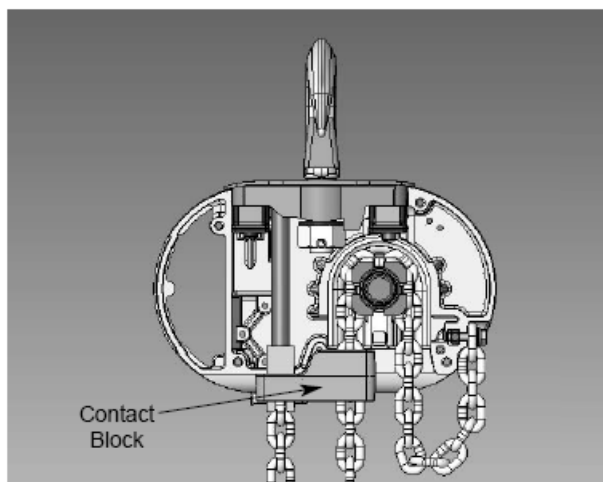

**Abbildung 8: Kontaktblock (Modelle R und RR)**
Die Aufhängung in die Aussparung auf der Oberseite des Kettenzugs einsetzen. Die Leerstranghalterung muss auf der Unterseite des Kettenzugs herausragen, wobei das Bolzenloch parallel zum Kettenzugboden ausgerichtet sein muss (siehe Abbildung 8 auf Seite 14). Andernfalls den Bolzenkopf aus der sechzehneckigen Aussparung in der Aufnahme anheben, den Leerstrangbolzen mit Halterung in die richtige Stellung drehen und den Bolzenkopf wieder absenken. Bei der Ausrichtung **IN KEINEM FALL** die Position der Leerstranghalterung auf dem Bolzen verändern.
3. Den Clip (1) entfernen. Hierzu eine Schraubenzieherklinge durch ein Kettenglied führen und gegen die Unterseite des Kettenzuggehäuses hebeln. Den Kontaktblock entlang der Kette nach oben schieben, bis er am Kettenzugboden anschlägt. Die Leerstranghalterung muss an der quadratischen Öffnung der Blockunterseite herausragen. Das letzte Glied der Lastkette in die Leerstranghalterung einführen und darauf achten, dass die Kette zwischen Hakenflasche und Leerstranghalterung nicht verdreht ist. Den Kontaktblock leicht nach oben schieben und die Lastkette mit dem Begrenzungsbolzen, der Unterlegscheibe und dem Splint an der Leerstranghalterung befestigen. Der Begrenzungsbolzen hält auch den Kontaktblock (siehe Abbildung 8).
Legende zu Abb. 8